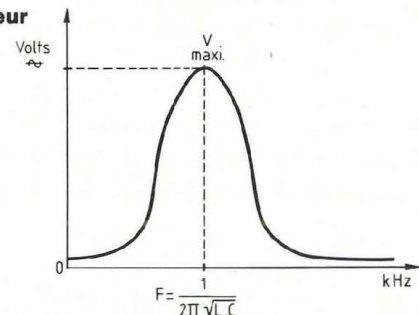

Fig. 5 : Réponse du circuit oscillant LC au balayage en fréquence.
détecter la surtension montrée en figure 5. A ce moment, et à l'aide d'un fréquencesmètre et d'une calculatrice, il vient :
1) EN BASSE FREQUENCE LE TYPE POUR FILTRE PASSIF D'ENCEINTES Représenté en figure 5, il est utile de connaître la formule de Wheeler :